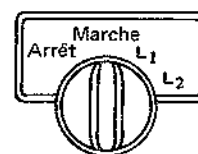

Fig. 10
(3) Mise en service
- Commutateur (fig. 10)